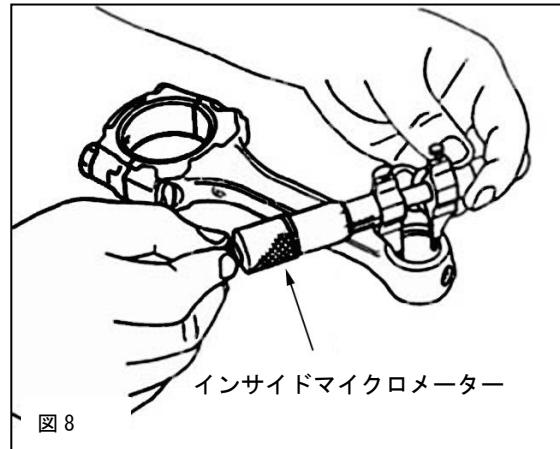

図 8
7.1 コンロッド小端部内径を、インサイドマイクロメーターを用いて測定します。 (図 8)